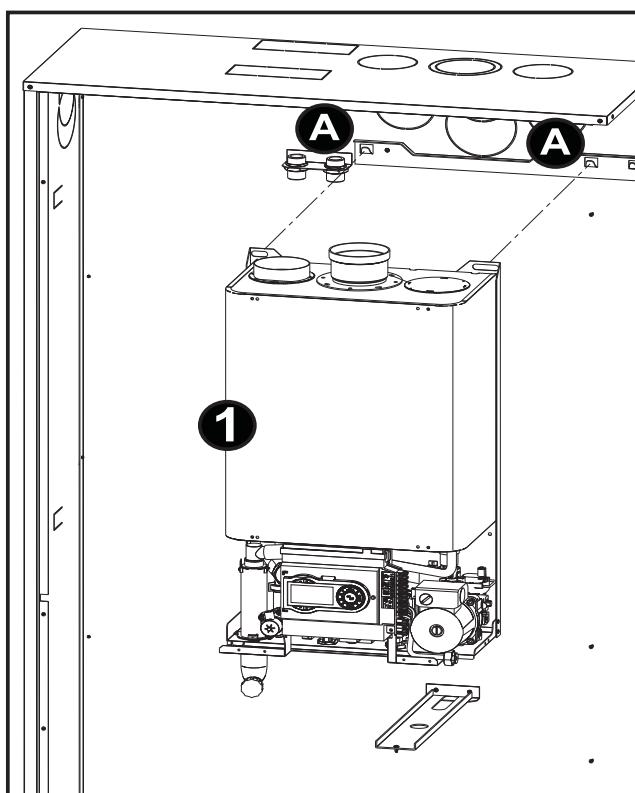

fig. 21
- Aggiornare la Caldaia (1) nei punti "A" indicati in fig. 21.